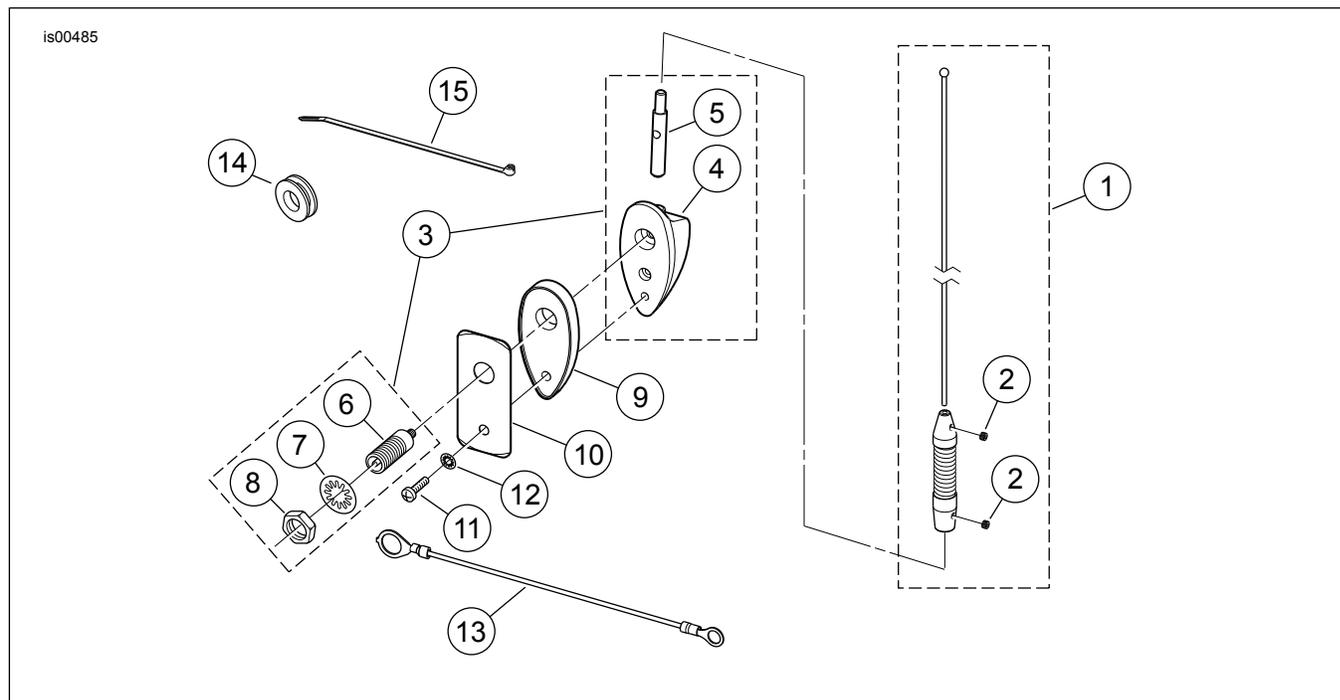

Abbildung 4. Ersatzteile – AM/FM-Antenne für Tour-Pak-Befestigung
Siehe Abbildung 4 und Tabelle 1.
1. Siehe Abbildung 4. Die Antennensockeleinheit (3) aus dem Nachrüstset entnehmen. Die Sechskantmutter (8) und die innen gezahnte Sicherungsscheibe (7) vom Schraubverbinder (6) am Sockel abnehmen.
2. Antennensockel und Sockeldichtung (9) zusammensetzen.
3. Die Sockeleinheit mit nach **oben** gerichtetem Antennenansatz (5) auf die in die Außenrückwand des Tour-Pak gebohrten Löcher ausrichten. Der Schraubverbinder (6) muss durch das größere (obere) Loch hindurch gesteckt werden.
4. Die Antennenversteifungsplatte (10) von der Innenseite des Tour-Pak aus in Position bringen. Das Massekabel (13) aus dem Nachrüstset entnehmen und die große Kabelöse auf den Schraubverbinder stecken. Das Massekabel mit der Sechskantmutter (8) und der Sicherungsscheibe (7) am Schraubverbinder anbringen, jedoch noch nicht festziehen.
6. Die TORX®-Schraube (11) mit der kleinen Sicherungsscheibe (12) durch das kleinere (untere) Loch der Antennenversteifungsplatte hindurch in den Antennensockel eindrehen. Die Schraube fest anziehen. Die Sechskantmutter sicher anziehen.
7. Die Antenne (1) auf den Antennensockeladapter (5) aufschrauben und die Feststellschraube am unteren Ende der Antenne mit einem 2-mm-Innensechskantschlüssel fest anziehen, um die Antenne auf dem Adapter zu sichern.